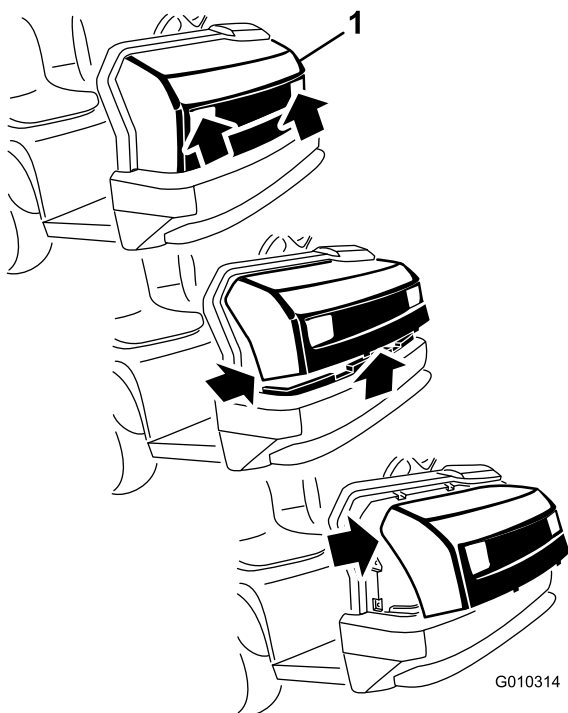

Figura 37
1. Sujete el capó por los orificios de los faros y levántelo para poder liberar las pestañas de montaje inferiores de las ranuras del bastidor (Figura 37).
2. Gire hacia arriba la parte inferior del capó hasta que pueda retirar las pestañas de montaje superiores de las ranuras del bastidor (Figura 37).
3. Gire hacia adelante la parte superior del capó y desconecte los conectores de los cables de los faros (Figura 37).